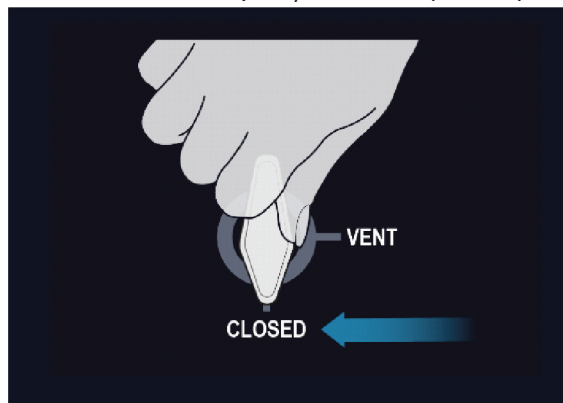

Figura 8. Supapă Vent (de ventilație) - complet închisă
1. În partea din spate a consolei, asigurați-vă că supapa Vent (de ventilație) este în poziția CLOSED (ÎNCHIS) (consultați Figura 8).